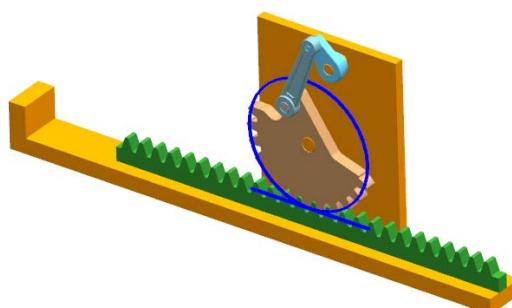

图 8.5.6 定义齿轮齿条副
(1) 选择命令。选择下拉菜单**插入(S)** → **传动副(E)** → **齿轮齿条副(G)...**命令，系统弹出“齿轮齿条副”对话框。
(2) 选择运动副驱动。单击“齿轮齿条副”对话框中的**第一个运动副**区域下**\*选择运动副(O)**按钮，在运动导航器的“Joints”节点下选取滑动副 J002 为第一个运动副；单击**第二运动副传动**区域下**\*选择运动副(O)**按钮，选取旋转副 J003 为第二个运动副。
(3) 设置传动比率。在**设置**区域**比率(销半径)**后的文本框中输入值 325，其余参数接受系统默认设置。
(4) 单击**确定**按钮，完成“齿轮齿条副”的定义，如图 8.5.6 所示。